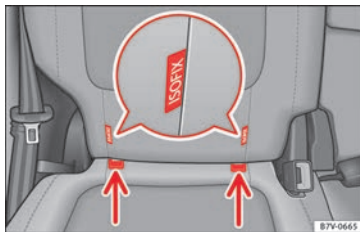

Abb. 37 Version 2: Kennzeichnung der unteren Kindersitzverankerungspunkte am Fahrzeugsitz.
- Kindersitz in Pfeilrichtung auf die Halteösen » » **Abb. 37** stecken. Kindersitz muss sicher und hörbar einrasten.
- Kindersitz auf die Sitzfläche stellen und die Haken der Befestigungsgurte in die Halteösen einhängen » » **Abb. 37**.